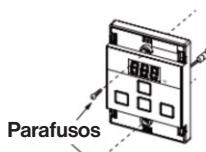

Fig. 3
6. Fixe o controle remoto na parede usando os parafusos apropriados (Fig. 3).